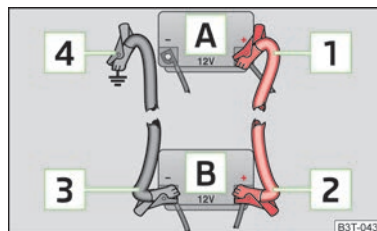

Fig. 116
- Conectar un extremo **1** » fig. 116 al polo positivo de la batería descargada **A**.
- Conectar un extremo **3** » fig. 116 al polo negativo de la batería auxiliar **B**.